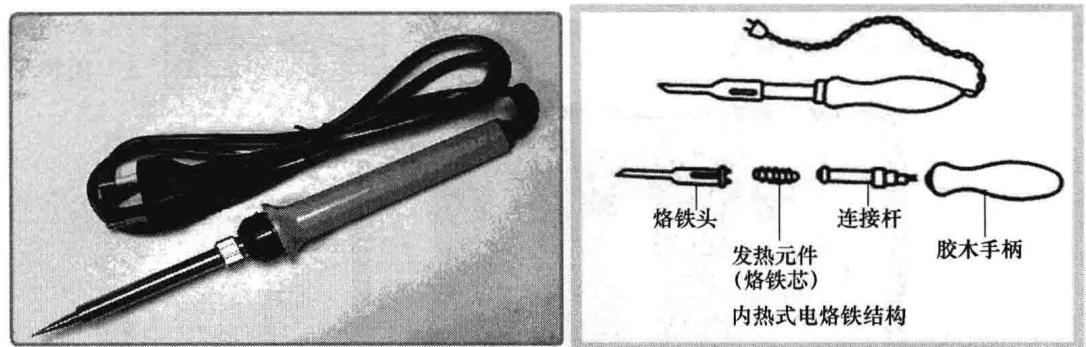
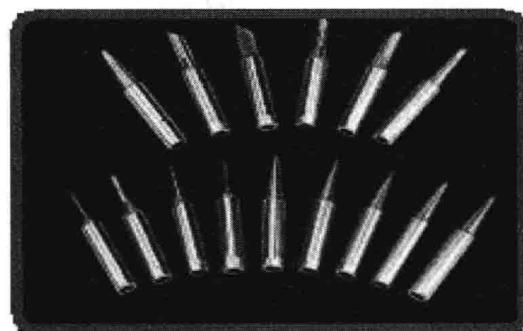

图 1-1-15 普通内热式电烙铁外形和组成结构示意图
图 1-1-16 电烙铁烙铁头实物图
(1) 普通内热式电烙铁，由烙铁头、烙铁芯、连接杆和手柄组成，如图 1-1-15 所示。同一个电烙铁可以通过更换不同烙铁头的方式来适应不同焊接情况，烙铁头的种类如图 1-1-16 所示。电烙铁中烙铁头的温度是由烙铁芯提供的，它是电烙铁的发热元件，烙铁芯实物如图 1-1-17 所示。